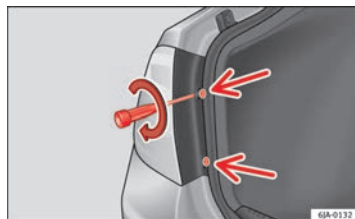

Fig. 161 Montar la unidad trasera
- Con el destornillador de dotación o una llave Torx 20 (T20) atornillar (girando en sentido horario → fig. 161) los dos tornillos de fijación de la zona frontal del piloto. ■